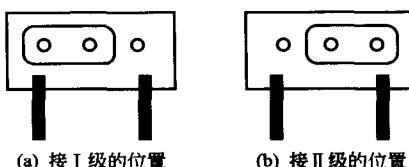

图 1-3 电流粗调的调节示意
④ 焊接变压器的调节。电流调节分粗调和细调两个级别。电流粗调的调节如图 1-3 所示。